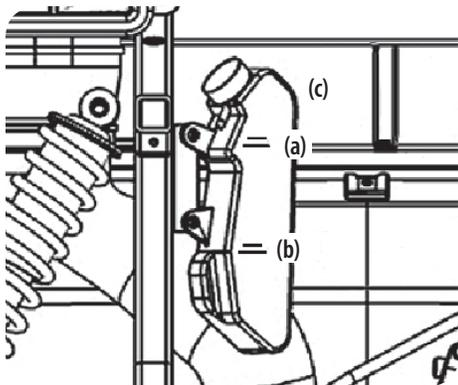

Figure 5-12
2. Vérifiez si le niveau du liquide de refroidissement se trouve entre la marque FULL (a) et LOW (b) du réservoir de récupération (c). Voir Figure 5-12.